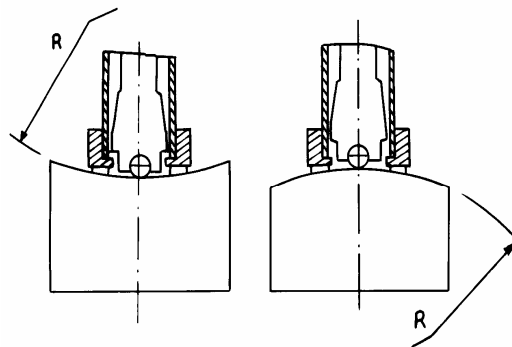

图 3
- 曲面：试样的试验面最好是平面。被测表面率半径小于 R30mm 的试样在测量时应使用小支承环或异型支承环，见图 3。